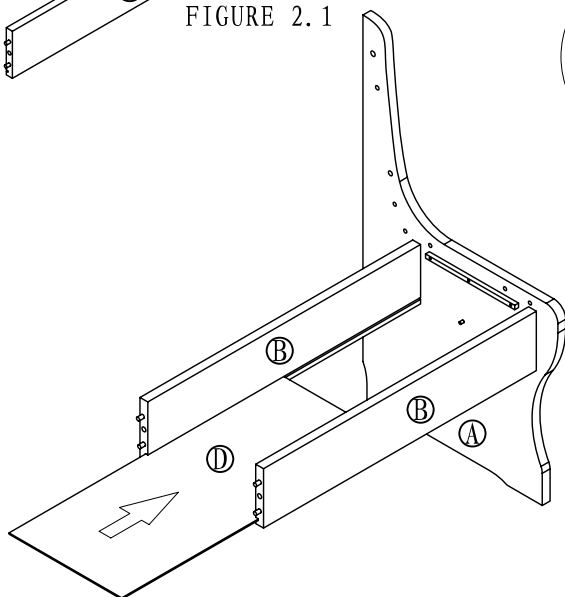

FIGURE 2.2
- 2.2 INSERT SINGLE BENCH STORAGE BOTTOM #D THROUGH GROOVE LOCATED ON SINGLE BENCH FRONT AND BACK RAILS #B, AS SHOWN IN FIGURE 2.2